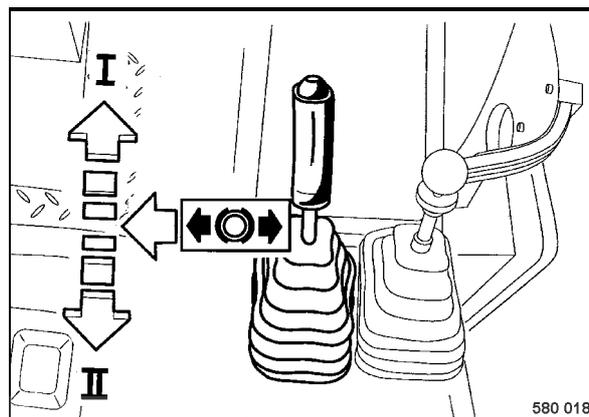

fig. 55
- Ramener le levier de commande de marche (fig. 55) de la position de freinage vers la gauche et le déplacer lentement dans le sens de marche voulu.